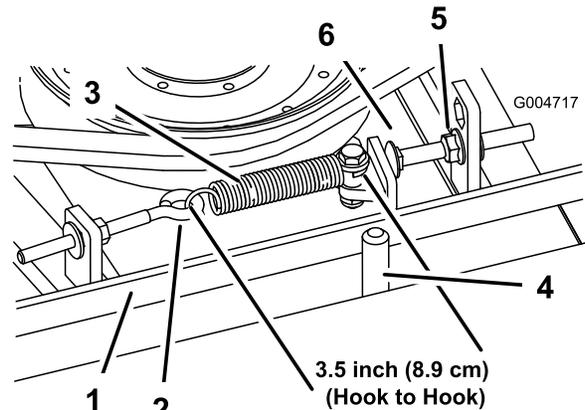

Figura 70
da carroçaria) até haver uma folga aproximada de 3 mm \pm 1,5/-0,0 mm entre a cabeça do parafuso e o braço intermédio (Figura 70).
Nota: Certifique-se de que a correia está colocada no lado da mola do guia da correia (Figura 70).
2. Desaperte o parafuso com olhal permitindo a remoção da mola de extensão (Figura 70).
3. Desaperte a porca flangeada que fixa o pino de fecho na patilha de montagem. Puxa a porca ligeiramente para trás para permitir que o braço intermédio passe pelo pino de fecho (Figura 70). Retire a polia intermédia da correia para aliviar a tensão da correia.
8. Volte a ligar a mola de extensão (Figura 70) ao parafuso de olhal e aplique a tensão na correia como se segue: